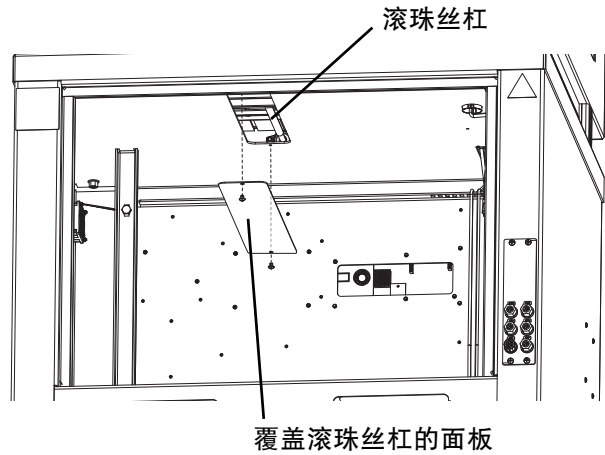

图 16: 拆下滚珠丝杠盖
见图 16。
4. 使用十字头螺丝刀从覆盖滚珠丝杠的小面板上卸下两颗螺丝。见图 16。